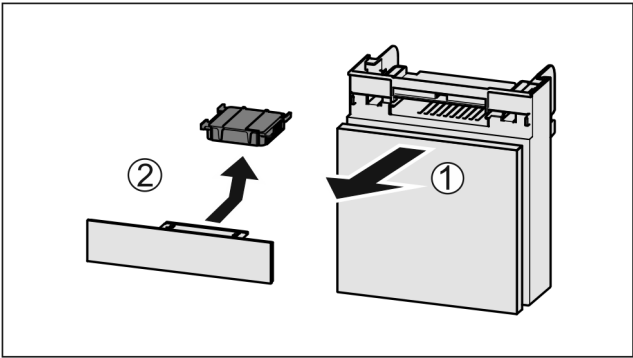

Fig. 118
- ▶ 向前拉出 Fig. 118 (1)抽屉。
- ▶ 取出 Fig. 118 (2)活性炭过滤器。